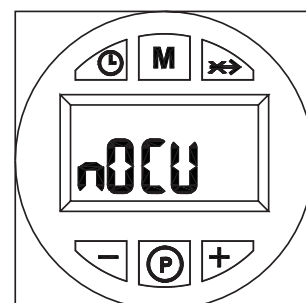

fig. 5
- Für ein paar Sekunden erscheint möglicherweise die Anzeige "nOCU" (fig. 5)